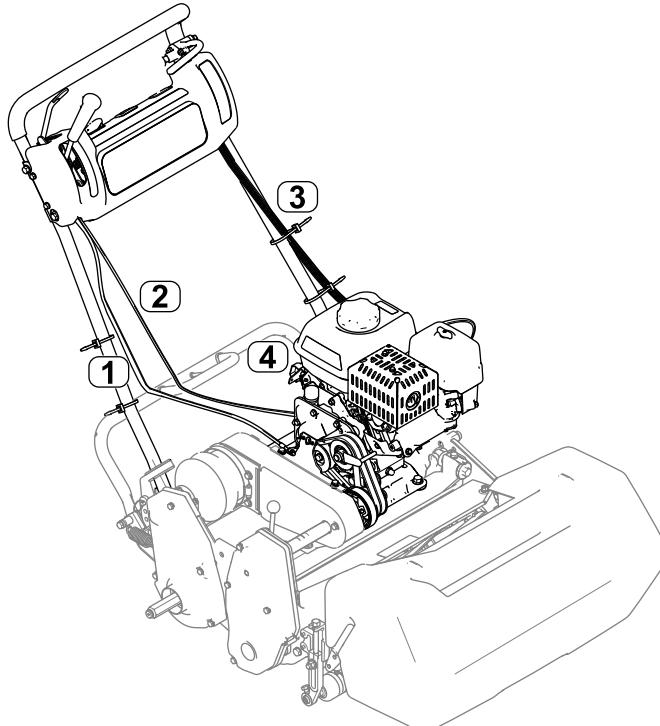

图 10
12. 将油门拉索安装到机器上请参阅机器维修手册 图 10。
注意 如图 10 所示观察油门拉索的布置方向。
19. 将线束连接到联锁模块然后将线束向上布置到手柄左侧图 10。